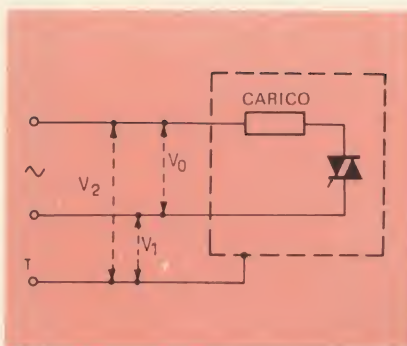

Fig. 1 - Distribuzione dei segnali parassiti.
- Due tensioni asimmetriche,  $V_1$  e  $V_2$  entro i conduttori e la massa o il neutro — fig. 1.